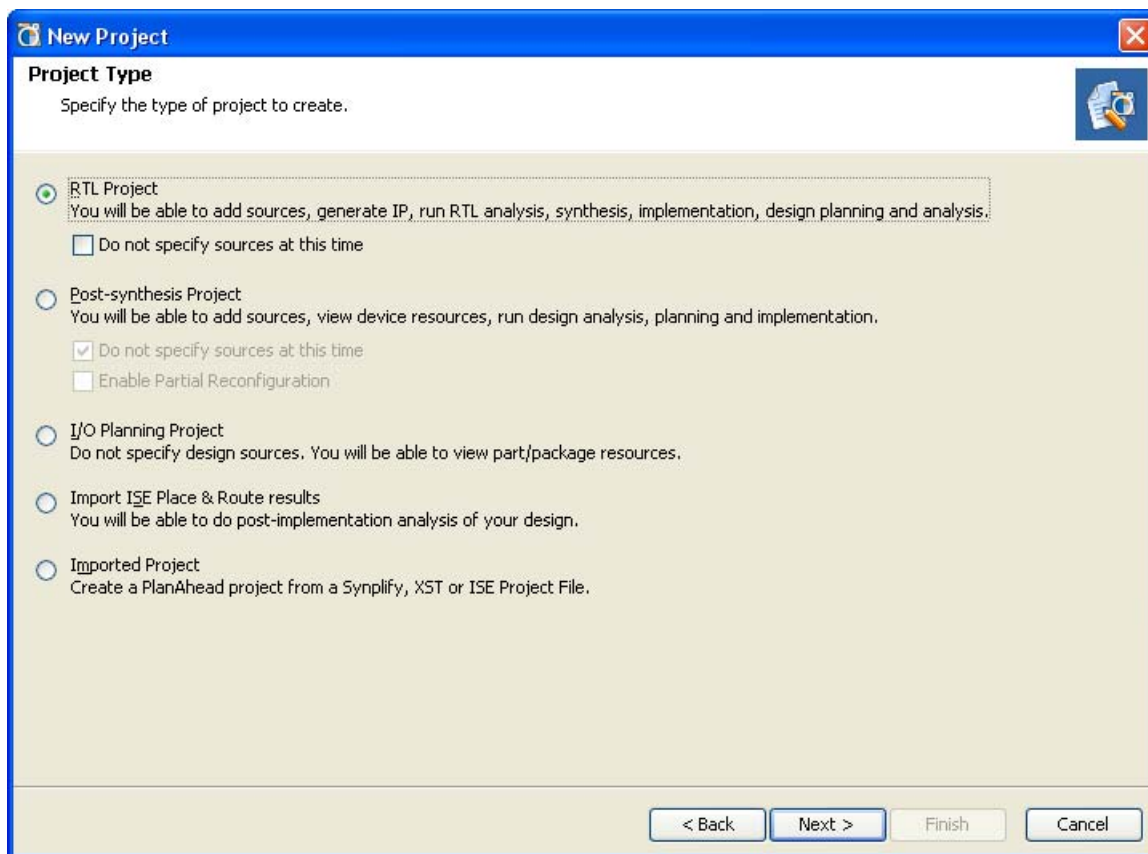

図 3-2 : New Project ウィザード : プロジェクト タイプ
46 ページの図 3-2 に示すページで、プロジェクト タイプを選択します。これにより、プロジェクトに関連付けるソース ファイルのタイプが決まります。
- 図 3-2 に示す [Project Type] ページで [RTL Project] をオンにします。